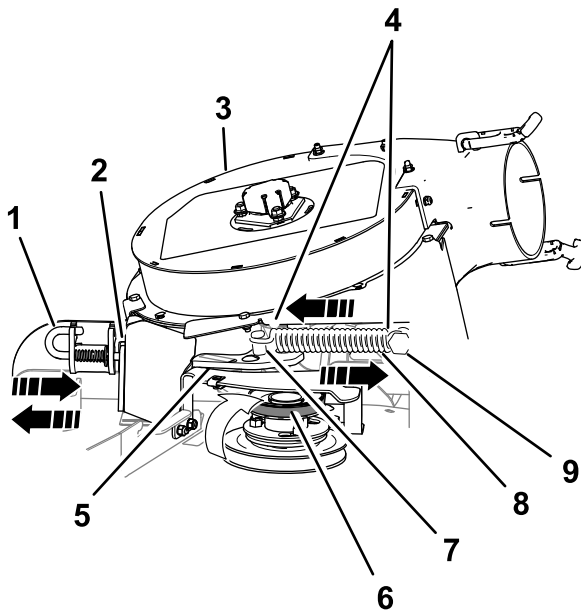

Bild 15
1. Ziehen Sie die gefederte Spannscheibe von der starren Federstrebe weg und nehmen Sie den Riemen von der Spannscheibe (Bild 15).
Entfernen Sie den Haken der Feder von der Spannscheibenfederstrebe (Bild 15).
5. Bewegen Sie Arretierbolzen des Gebläses in die geöffnete Stellung und schwenken Sie das Gebläse nach außen (Bild 15).
3. Öffnen Sie den Arretierbolzen des Gebläses, schließen Sie das Gebläse am Mähwerk und befestigen Sie den Arretierbolzen an der Auswurfkanalhalterung (**Bild 15**).
6. Bewegen Sie die Riemenscheibe bzw. Spannscheibe zur starren Federstrebe und setzen die Feder ein, indem Sie den Federhaken an der Strebe der Spannscheibenfeder ausfluchten (**Bild 15**).